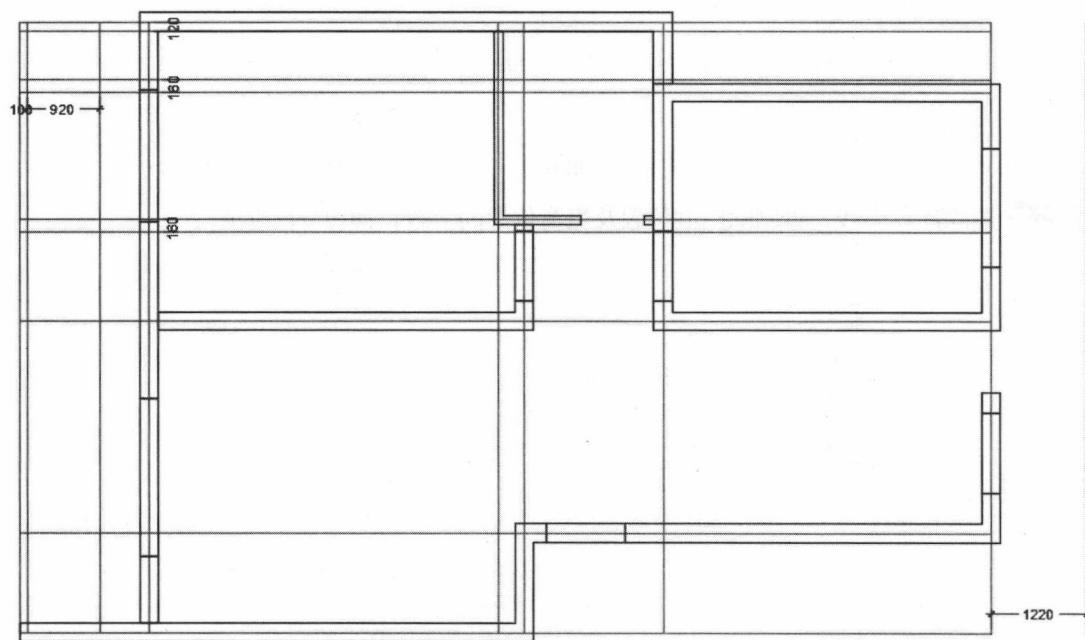

图 1-8
STEP 08 执行“偏移”命令，偏移红色中线，偏移尺寸如图1-8所示。